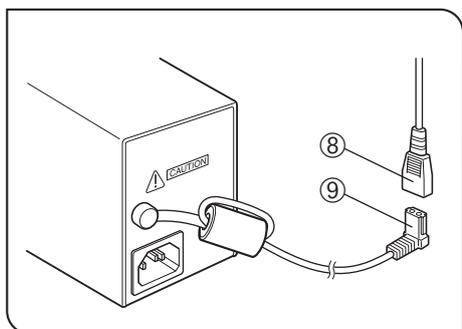

Рис. 47
**Подсоединение кабеля лампы (рис. 47)**